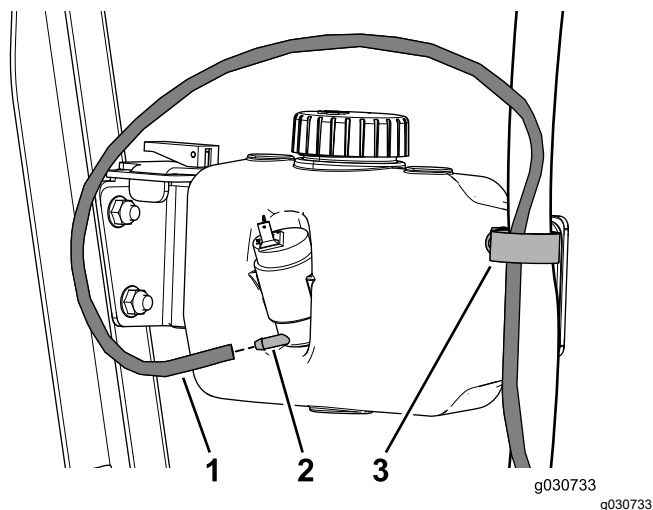

Figura 48
- Disponete il flessibile di lavaggio attraverso il serratubi a R e collegatelo al serbatoio lavacrystallo (Figura 48).